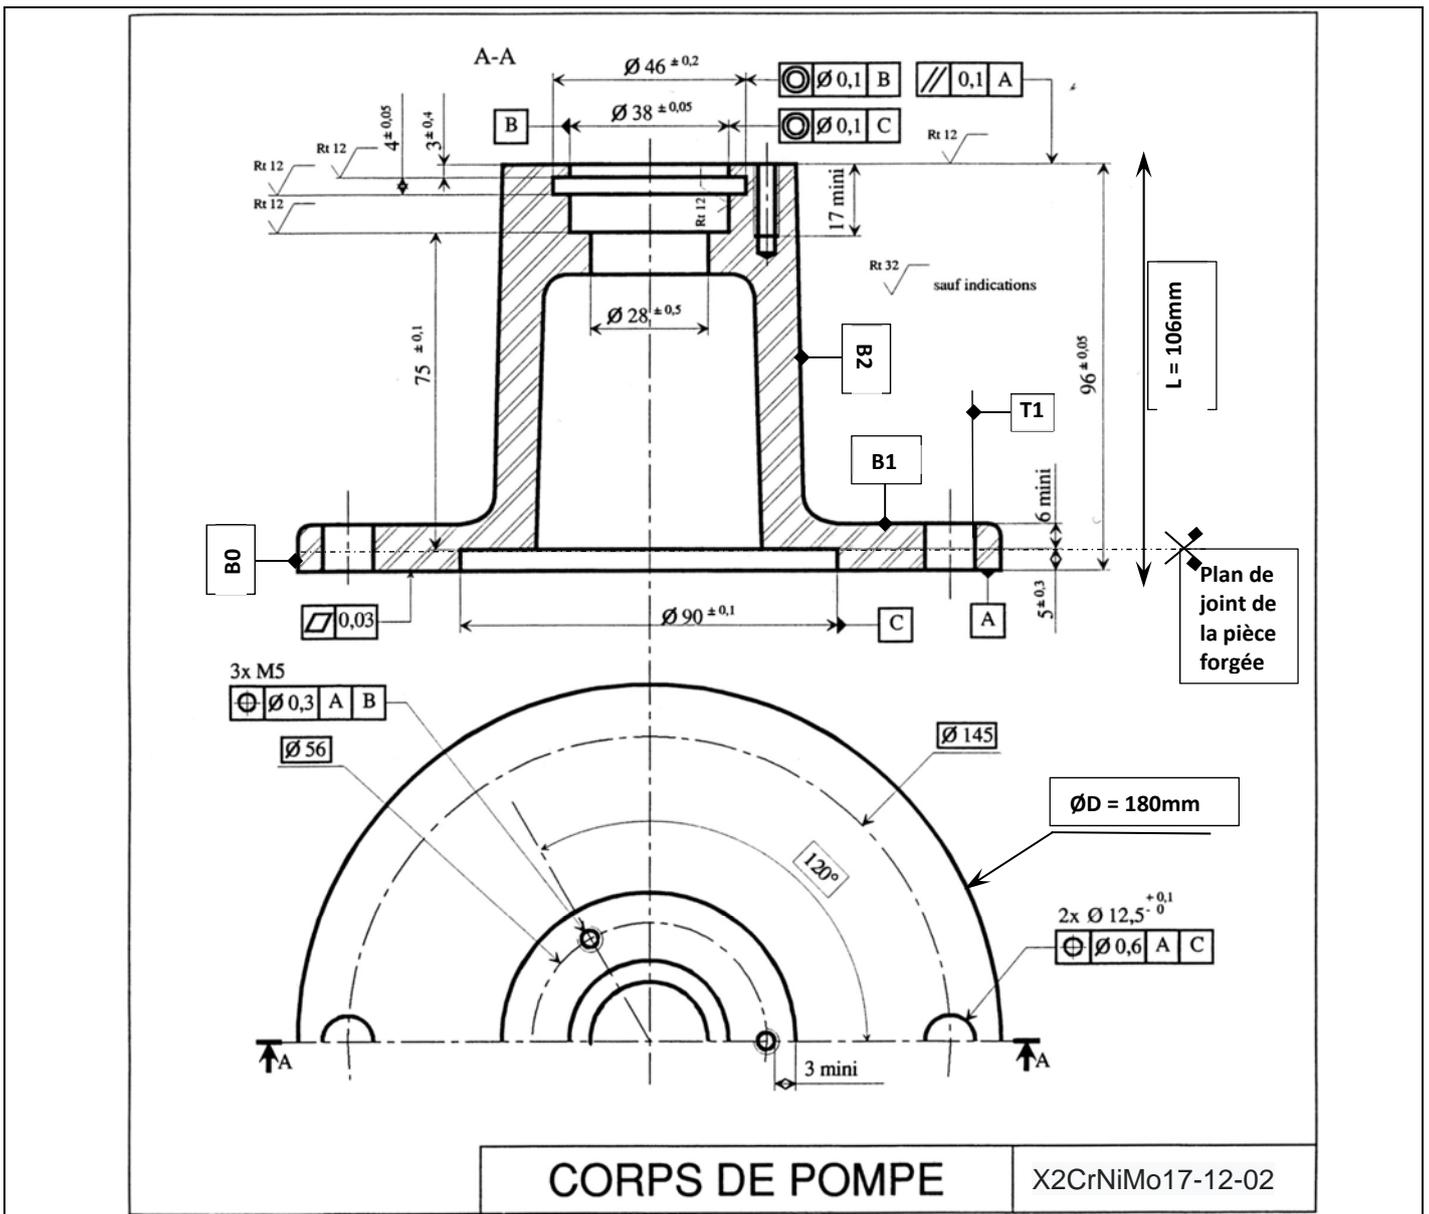

Figure 1 : Dessin de définition partiel
- **Phase 10** : Fraisage sur fraiseuse commande numérique 3 axes de la face A (Fraise à surfacer) et du cylindre C ($\varnothing 90 \pm 0,1$) (tête à aléser). **Mise en position** : Appui plan sur B1, Vé court sur B2, maintien en position avec crampons plaqueurs sur B0 (Figure 1)